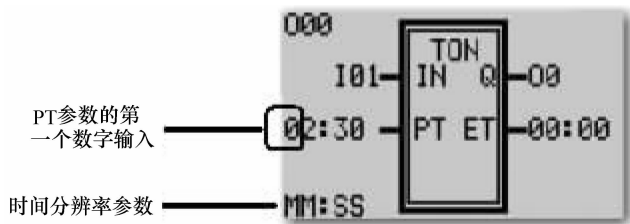

图 1-10 延时接通定时器组态
- 8) 按向下键，改变时间分辨率参数，设为 MM: SS。延时接通定时器组态如图 1-10 所示。
- 9) 按向右键，设置预设值 PT 参数的第一个数字输入，如图 1-10 所示。把 PT 参数的值设定为 02:30。